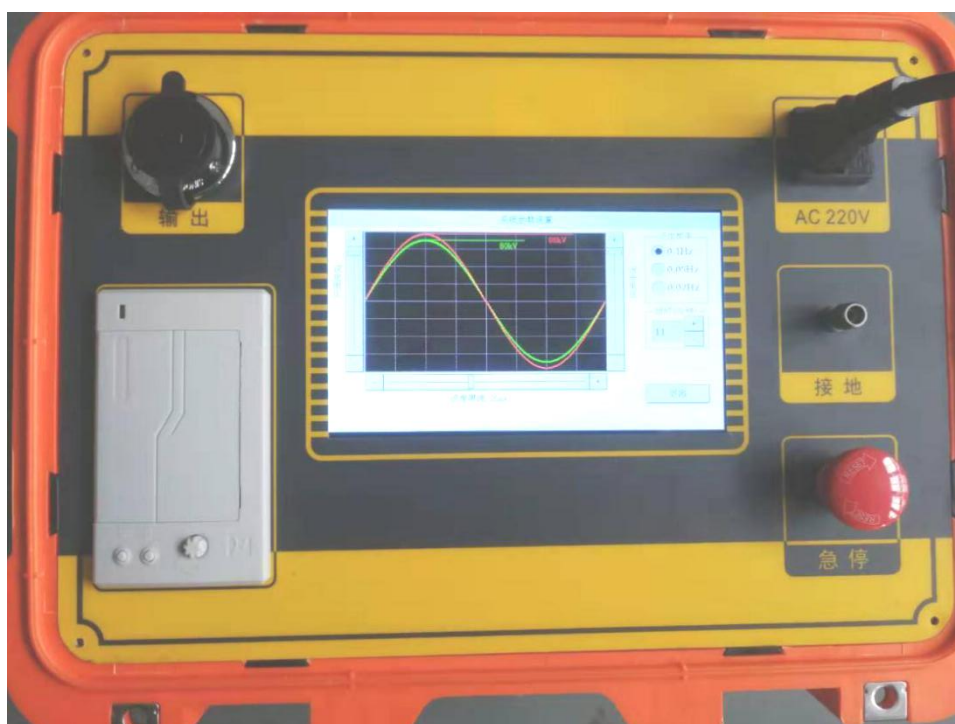

图 1 控制器面板示意图
1. 控制器面板各部件布置如图 1 所示，各部件功能说明如下：